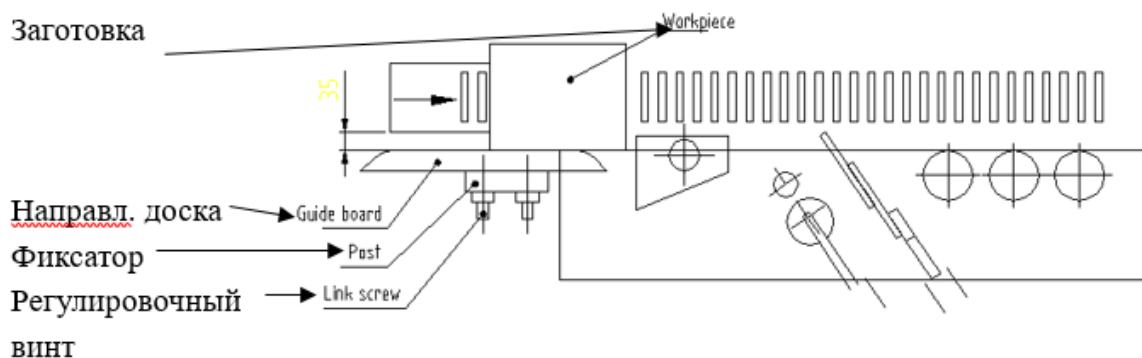
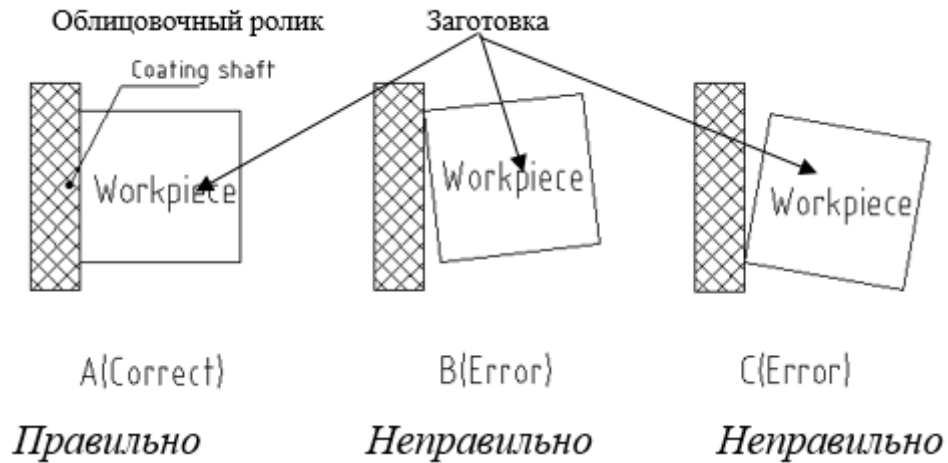
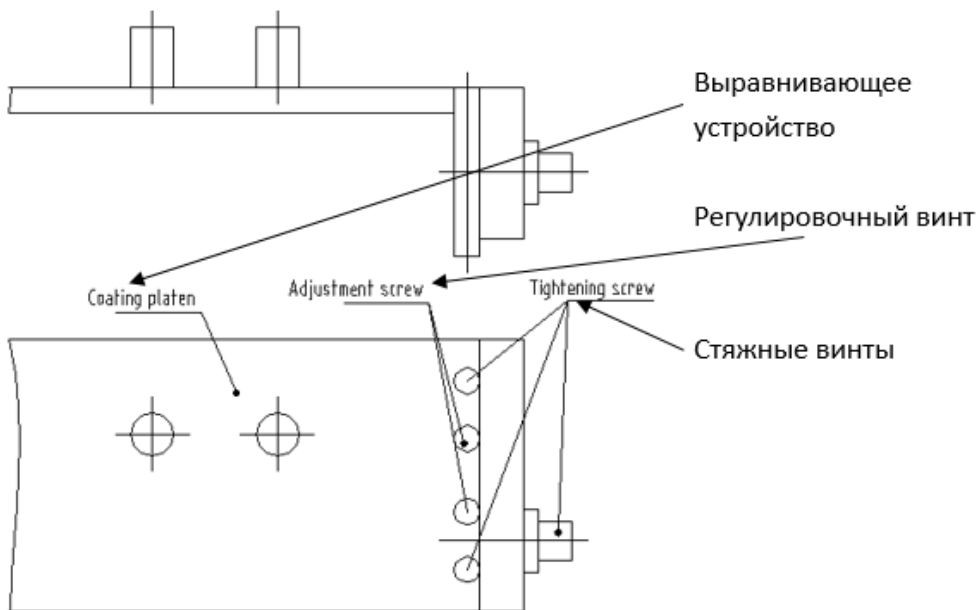

Рис. 2
Рис. 7
Рис. 8
(2). Обеспечьте оптимальную площадь соприкосновения между заготовкой и облицовочным роликом, как показано на Рис. 7 (А). В случае возникновения ситуаций В и С необходимо принять меры согласно Рис. 2, Рис. 8: ослабьте четыре стягивающих винта, расположенных у краев прижимной пластины облицовочного блока, поверните четыре регулировочных винта, расположенных с двух сторон, чтобы обеспечить контакт между рабочей поверхностью прижимной пластины и заготовки. После этого ослабьте стяжные винты.
(1). Во время подачи заготовки в рабочую зону вдоль направляющей пластины (Рис. 2) концевой выключатель активирует пневматический цилиндр, прижимной и подающий ролики, которые фиксируют кромочную ленту. В случае превышения допустимой нагрузки на ленту ролик автоматически отводится назад. Нагрузка ролика на изделие может регулироваться в зависимости от толщины кромочного материала. Чаще всего задается нагрузка 2-2,5 кг/см².
Как видно на Рис. 2 и Рис. 12, положение прижимного ролика зависит от положения прижимной пластины. Ролик обеспечивает стабильное давление на заготовку и плотное прилегание кромочного материала к изделию. Ослабьте переднюю гайку, отрегулируйте положение ролика с помощью винта, затем затяните гайку. В зависимости от толщины кромочного материала настройте давление в пневматическом цилиндре на величину 2-3 кг/см².
2. По окончании резки, в случае наличия избытка кромочной ленты (А), поверните винт 1 по часовой стрелке, чтобы сместить торцовочное устройство вперед. Если кромка наоборот получается слишком узкой (Рис. 2В), поверните винт 2 против часовой стрелки и добейтесь оптимального положения режущего инструмента.